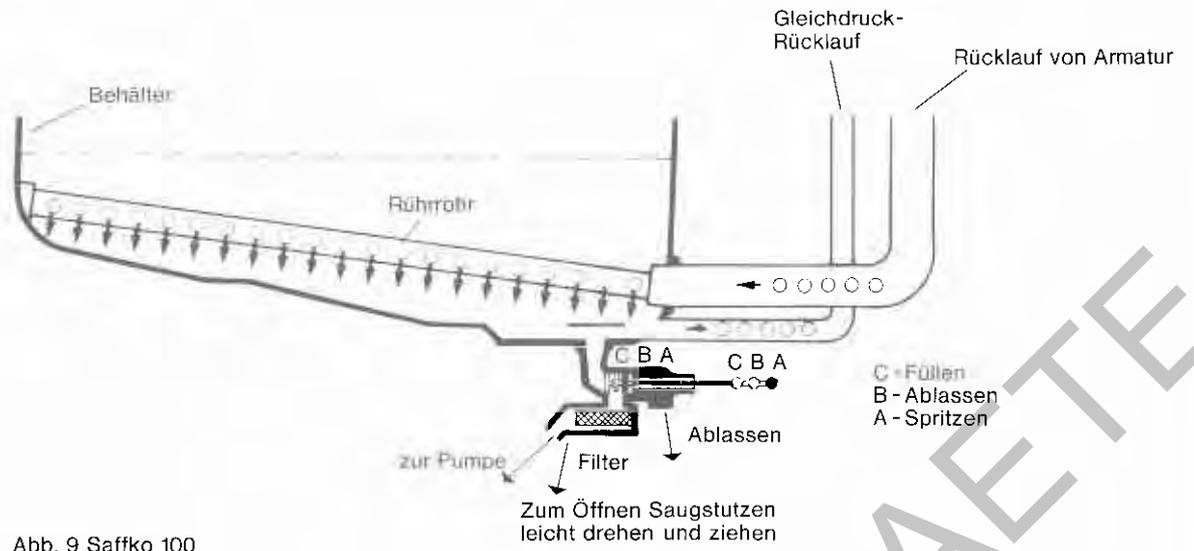

Abb. 9 Saffko 100
Zur Funktionsprobe **Wasser ohne Spritzmittel** einfüllen und Saugarmatur SAFFKO auf Spritzstellung (A) bringen. Abb. 9. Die SAFFKO 200 ist mit einem Freiwegehahn ausgerüstet, mit dem die Fließrichtung der Flüssigkeit bestimmt wird (Spritzen, Füllen und Ablassen). Auf dem Bedienungshebel des Dreiwegehahns sind Pfeile geprägt, aus deren Stellung die jeweilige Fließrichtung ersichtlich ist, Abb. 10. Pumpen nicht trocken laufen lassen. Druckeinstellventil zunächst entlasten. Langsam einkuppeln, Zapfwelle langsam auf Normdrehzahl bringen. Zentralabstellhebel auf Spritzstellung und am Druckeinstellventil langsam Druck zustellen bis Höchstdruck erreicht ist. Pumpe und brüheführende Teile auf einwandfreie Funktion bzw. Dichtheit prüfen. Abstellventile öffnen und schließen. Die Feldspritzleitung darf nur dann in der Höhenverstellung hochgestellt werden, wenn das Grundgerät am Schlepper angebaut ist (Kippgefahr). Vor Abbau vom Schlepper die Feldspritzleitung in die niedrigste Position bringen (vorher Stützfüße runterklappen). Das Grundgerät darf nur mit leerem Behälter auf die Transportrollen gesetzt werden. Spritzmittel erst nach Ausliteration und Probefahrt einfüllen und zwar grundsätzlich nur durch das Einfüllsieb. Die Packungsbeilagen der Spritzmittelhersteller über Konzentration, Mischbarkeit und Tragen von Schutzkleidung sind zu befolgen.